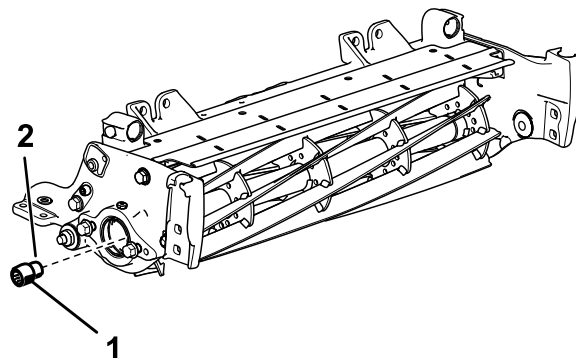

Figura 3
3. Rimuovete l'inserto scanalato da ciascuna estremità dell'albero dei cilindri utilizzando l'utensile per l'albero di trasmissione dei cilindri (n. cat. TOR4112 per il cilindro da 12,7 cm e n. cat. TOR4074 per il cilindro da 17,8 cm). Vedere Figura 3.